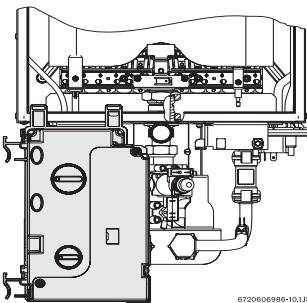

Fig. 2 Caixa de comando - posição de ajuste de gás
- Uma vez a caixa de comando retirada, posicione-a de acordo com a Fig. 2.